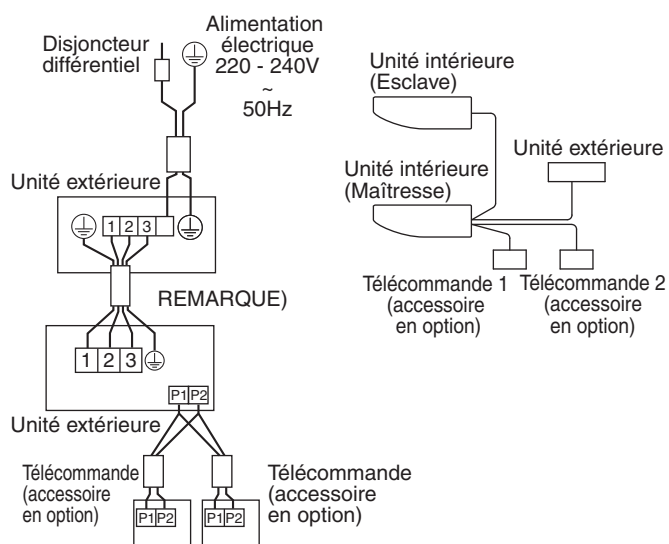

Fig. 36
- 2 télécommandes commandent 1 unité intérieure. (Reportez-vous à la Fig. 36)